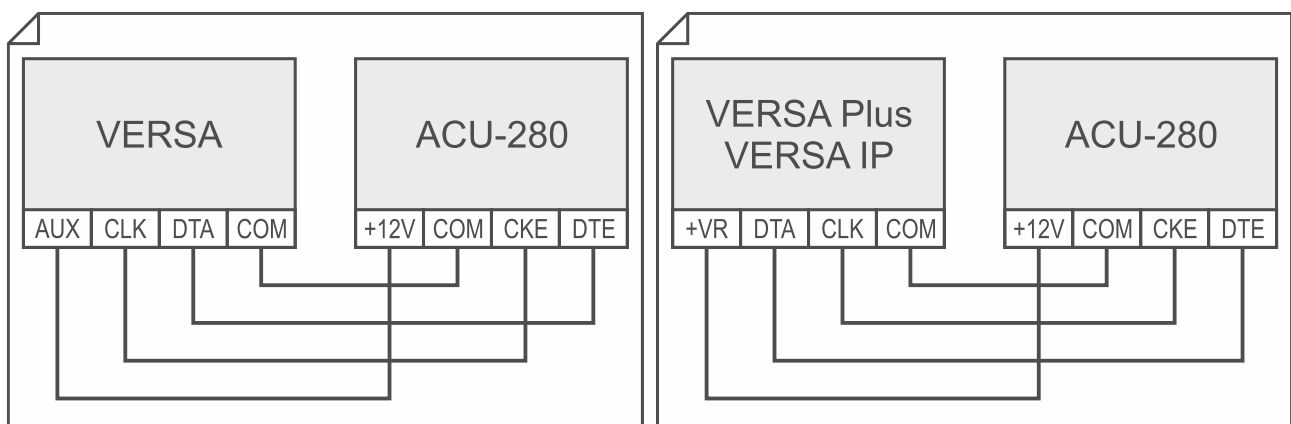

Abb. 8. Anschluss des Funkbasismoduls an die Zentrale der Serie VERSA.
**VERSA:** verbinden Sie die Klemmen CKE, DTE und COM mit entsprechenden Klemmen des Kommunikationsbusses der Alarmzentrale (Abb. 8).